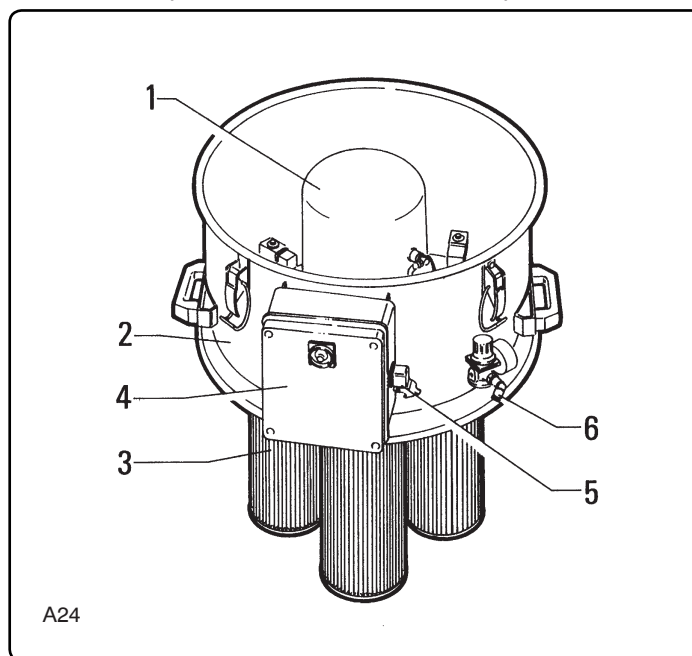

Fig.6.4.5
6.4.5 - Filtro a cartuccia (fig. 6.4.5)
6.4.5 - Cartridge filter (fig. 6.4.5)
6.4.5 - Filtro de cartucho (fig. 6.4.5)
6.4.5 - Patronenfilter (afb. 6.4.5)